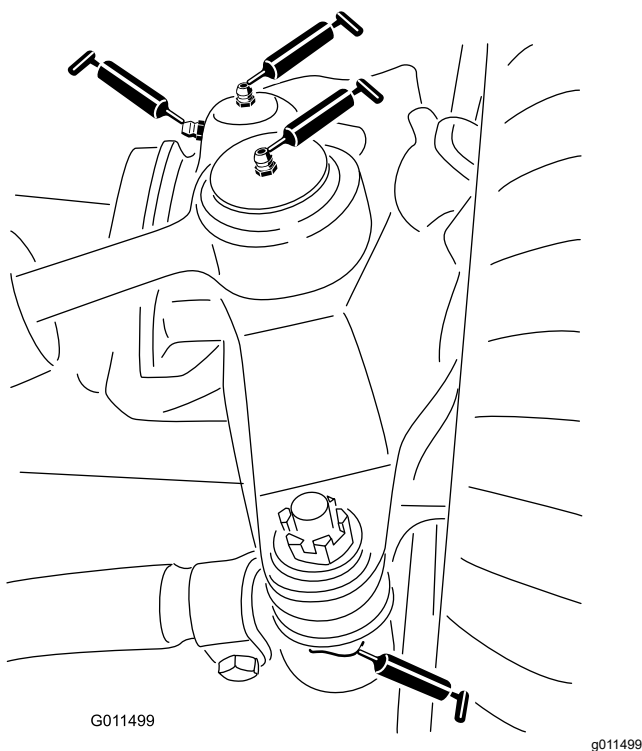

Figure 79
- 2 rotules de vérin de direction (Figure 79)
- 2 rotules de biellettes (Figure 79)
- 2 bagues de pivots de fusées (Figure 79)